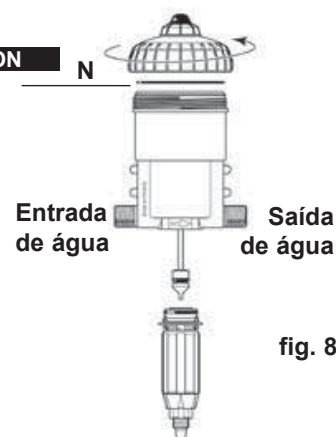

fig. 8
- Limpar a junta de estancamento antes de proceder à remontagem (Fig. 8-N).